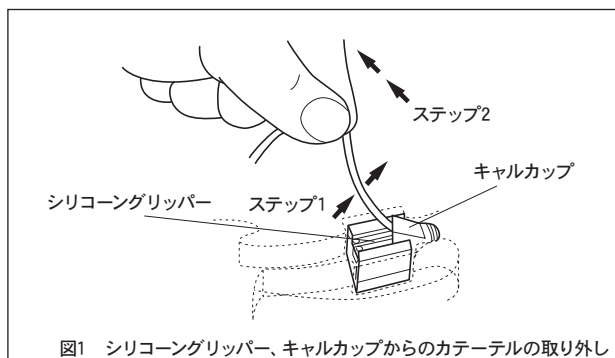

図1 シリコングリッパー、キャリックップからのカテーテルの取り外し
3. 静かにカテーテルを真上に引き上げて、シリコングリッパーより外します（図1 ステップ1）。
4. シリコングリッパーよりカテーテルが外れた後、キャリックップの外にバルーンを引き出し、カテーテルをトレイから外します（図1 ステップ2）。